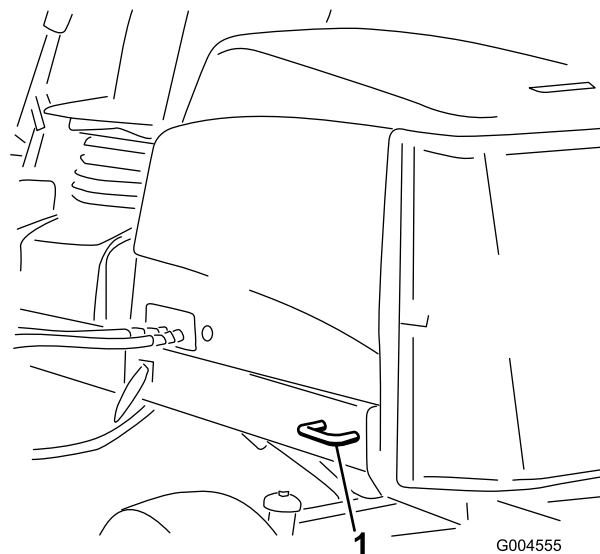

Figura 46
- Traseira – cada lado da máquina na estrutura traseira (Figura 46).